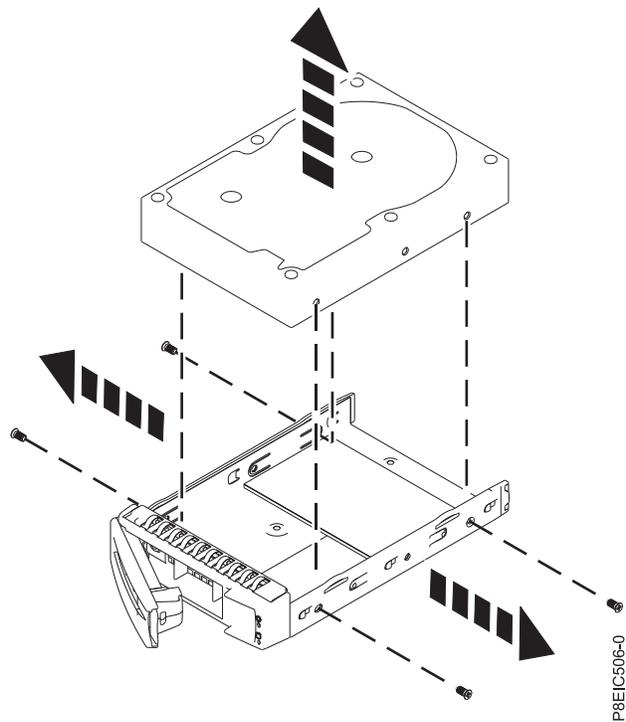

Figura 2. Removendo a unidade de 3,5 polegadas da bandeja
- Para uma unidade de 3,5 polegadas, solte a unidade das laterais da bandeja removendo os quatro parafusos (2 de cada lado), conforme mostrado na Figura 2 na página 5.